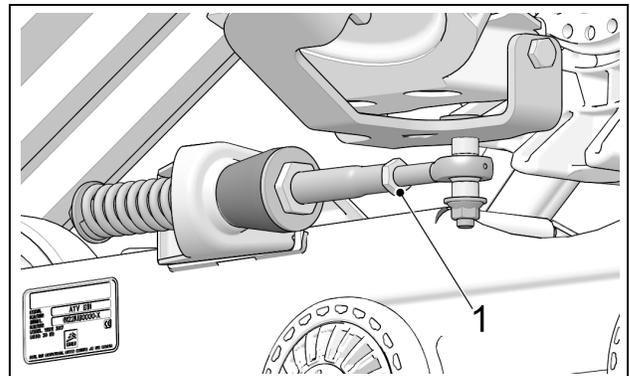

Figure 15
- Resserrer le contre-écrou (1) à un couple de 40 N•m (30 lb•pi). Voir Figure 15.